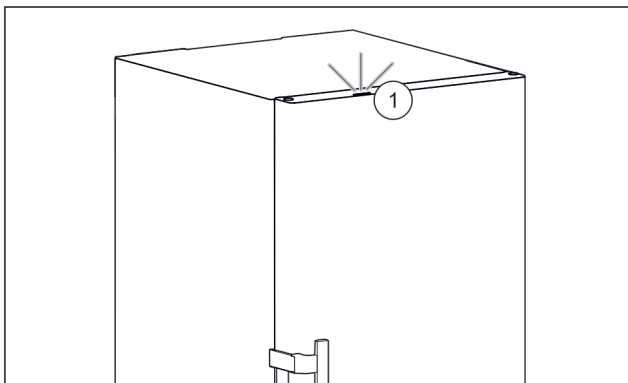

Fig. 60 Aktivno svjetlo statusa kada su vrata zatvorena
- ▶ Svjetlo statusa Fig. 60 (1) je aktivirano.